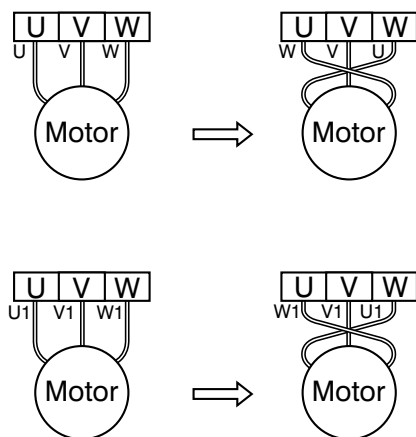

Fig. 6
(1) Ligue e desligue a chave de operação algumas vezes para verificar se a bomba está acionando normalmente. Para a bomba DVSA, a chave boia superior deve estar levantada para a bomba partir.
(2) A seguir, verifique o sentido de rotação. Se o volume de descarga estiver baixo ou houver a emissão de um som irregular quando a bomba está em operação, a rotação está invertida. Quando isto acontecer, inverta dois dos três cabos (consulte a Fig. 6).